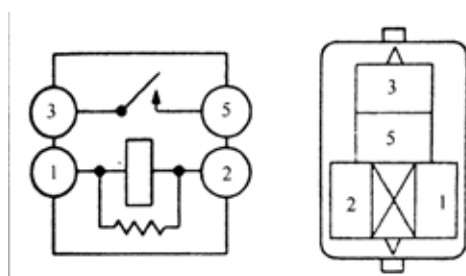

图 9-43
1)检查端子之间是否导通，如图 9-43 和表 9-24 所示。